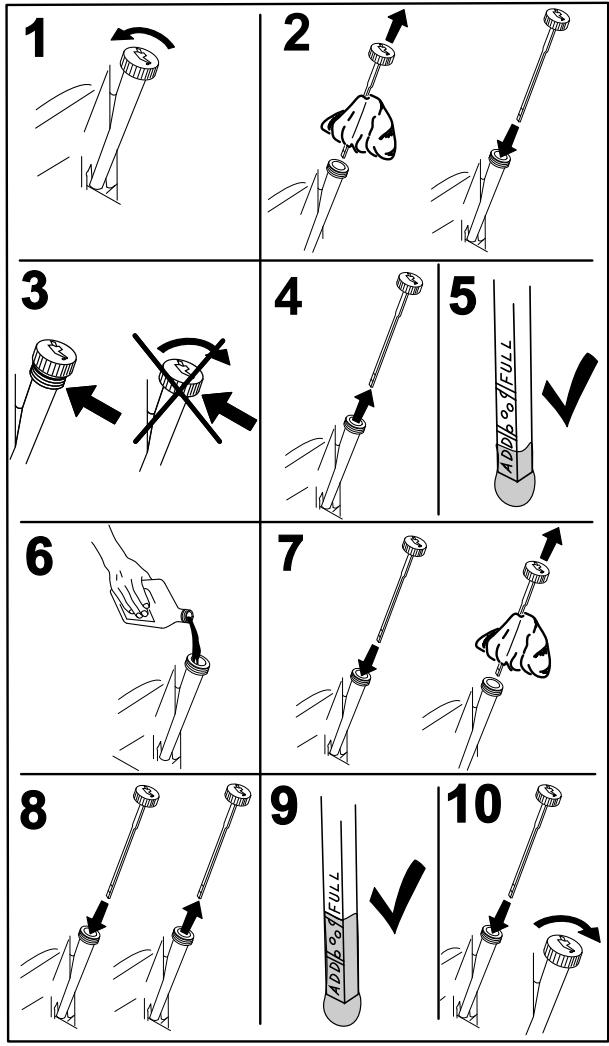

Figure 38
2. Avant de quitter la position de conduite, coupez le moteur, enlevez la clé de contact et attendez l'arrêt de toutes les pièces mobiles (Figure 38).